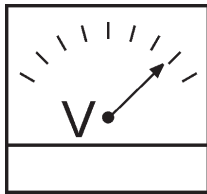
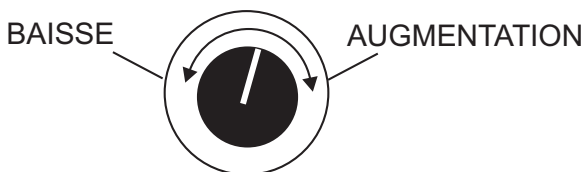

Figure 31. Voltmètre
Figure 32. Bouton de Réglage de Tension
5. Le voltmètre CA du générateur (Figure 31) affiche la puissance du générateur en **VOLTS**. Si la tension ne se situe pas dans la plage de tolérance spécifiée, utilisez le bouton de commande du réglage de tension (Figure 32) pour augmenter ou réduire la tension souhaitée.